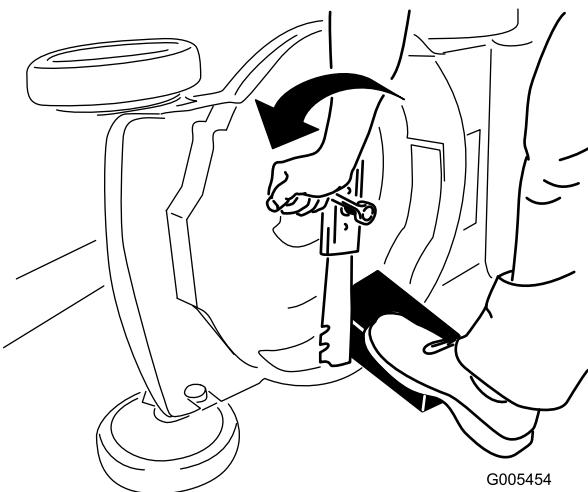

Figura 22
- Utilice un bloque de madera para inmovilizar la cuchilla (Figura 22).
- Retire la cuchilla, conservando todos los herrajes de montaje (Figura 22).